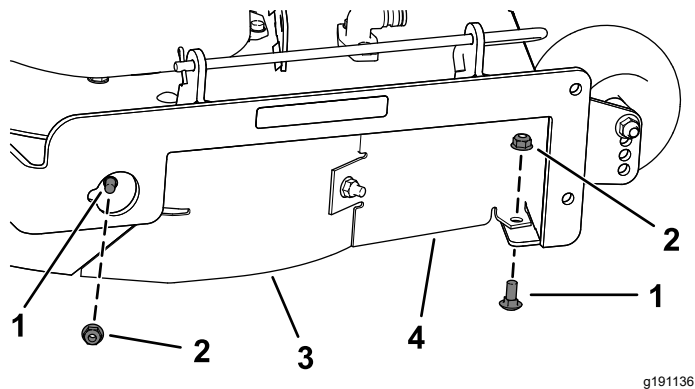

Figura 14
- Retire los 2 pernos de cuello cuadrado (5/16" x 3/4") y las 2 contratuercas (5/16") que sujetan el deflector derecho y el protector del deflector montados en la carcasa del cortacésped (Figura 14).